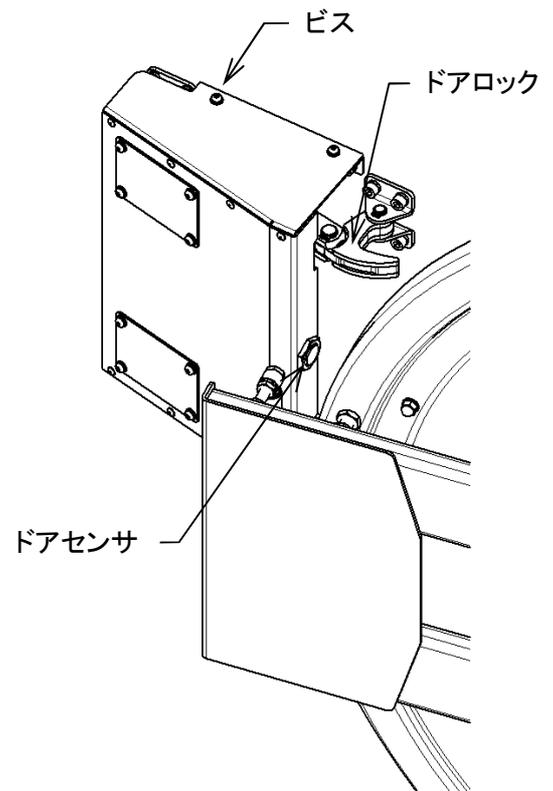

図 8-8
8. 3.5 ドアセンサ(図 8-8)**警告／WARNING!**